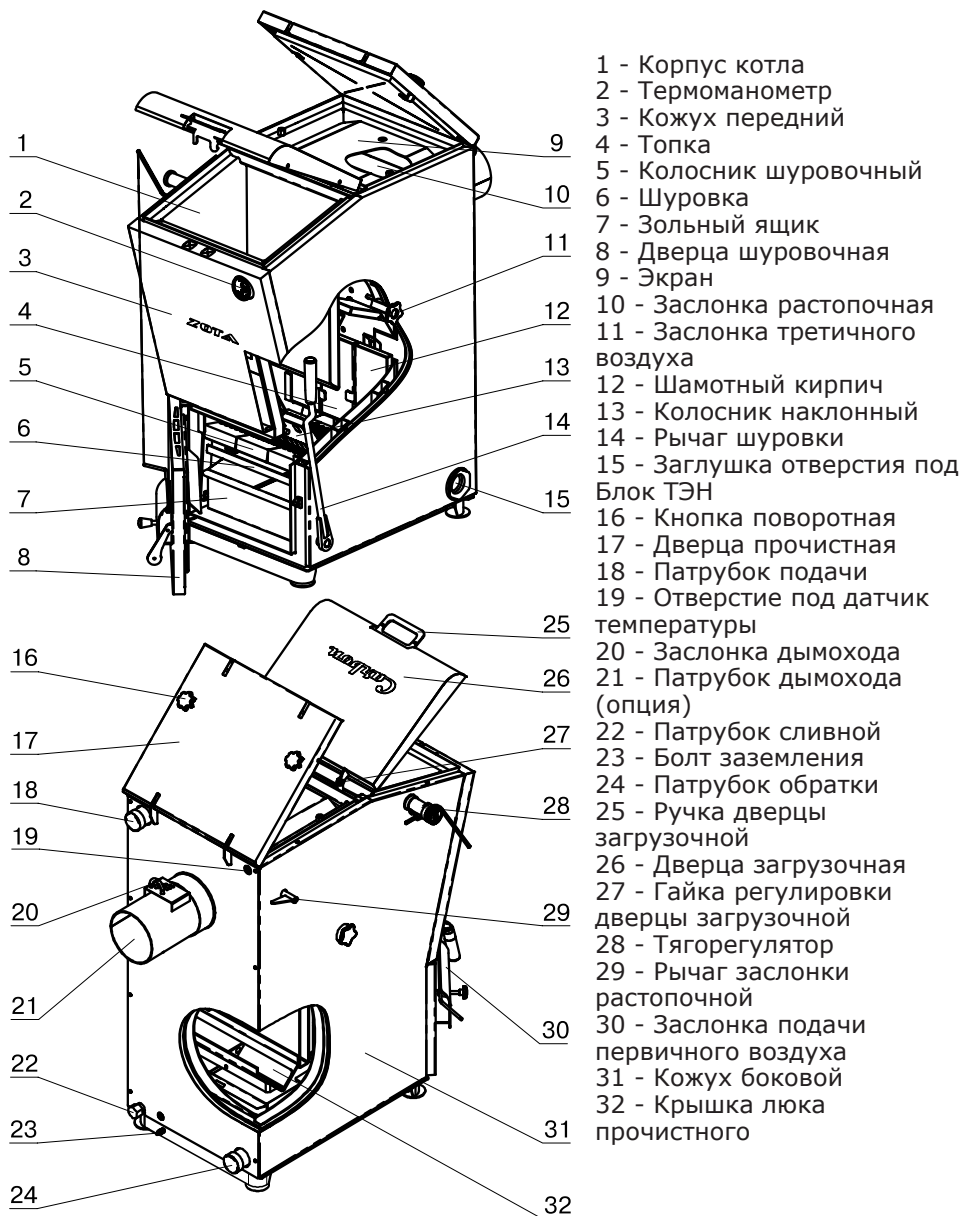

Рис.1 Конструкция отопительного котла
4.5.10. Эксплуатация котла без зольного ящика (Рис.1, поз.7).
4.5.13. Эксплуатировать котел при неполном заполнении системы отопления теплоносителем и с открытыми дверцами (поз.8; 17; 26) (см. Рис.1).
5.1. Котел (Рис.1) состоит из корпуса (поз.1), топки (поз.4), системы газоходов, патрубка дымохода (поз.21) (опция). Для регулировки тяги обязательна установка регулируемого патрубка дымохода ZOTA или шибера (задвижки), как элемента дымохода согласно СП 7.13130.2013. При закрытом положении шибера (задвижки) должно оставаться свободным не менее 20% номинального сечения патрубка дымохода.
- Откройте прочистную дверцу (Рис.1, поз.17) и уберите экран (Рис.1, поз.9);
5.10. Проверьте установку крышки люка прочистного (Рис.1, поз.32). Крышка должна лежать на прочистном окне плотно, без зазоров. Доступ к крышке люка производится через газоходный канал при открытой прочистной дверце (поз.17) и снятом экране (поз.9).
Внимание! Неправильная установка крышки люка прочистного (Рис.1. поз.32) приводит к прогоранию и деформации водонехолаждаемых поверхностей котла. В случае нарушений условий эксплуатации котла рекламации не принимаются.